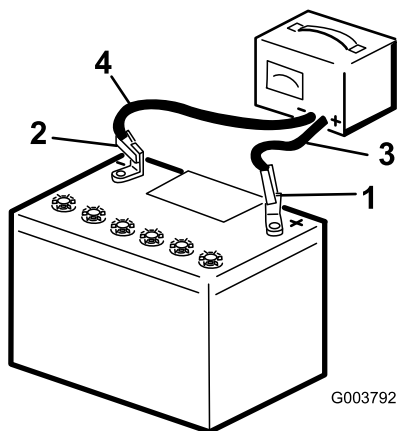

Figura 38
3. Caricate la batteria per 10 o 15 minuti a 25 – 30 A o 30 minuti a 4 – 6 A (Figura 38). Non sovraccaricate.
4. Quando la batteria è completamente carica, staccate il caricabatterie dalla presa elettrica e scollegate i cavi di ricarica dai poli della batteria (Figura 38).